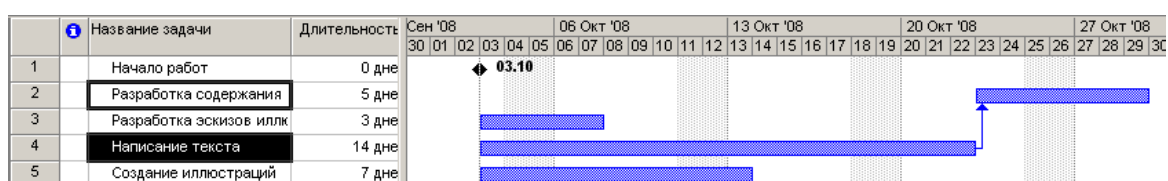

Рис. 16. Неправильно созданная связь
- Нажмите кнопку на  панели инструментов (Стандартная). Между выделенными видами работ снова будет установлена связь (рис. 16).